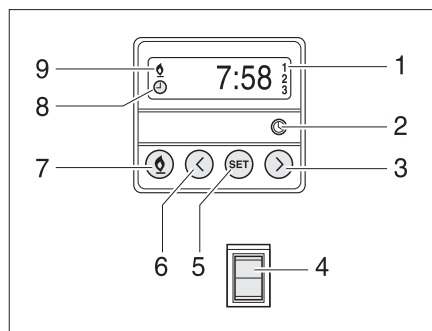

Fig. 197 Unité de commande pour le chauffage d'appoint
- Appuyer sur la touche (Fig. 197,7). Le mode chauffage est indiqué par le symbole (Fig. 197,9). Le ventilateur ne s'allume que quand la température de l'eau de refroidissement atteint 30 °C.
- Appuyer sur la touche (Fig. 197,7). Le symbole (Fig. 197,9) s'éteint.
- Appuyer sur le bas de l'interrupteur (Fig. 197,4). Le moteur est préchauffé. Le ventilateur est immédiatement allumé.
- Appuyer sur le haut de l'interrupteur (Fig. 197,4). Le moteur reste froid.
- Appuyer sur la touche (Fig. 197,2). Le menu réglage de l'heure est indiqué par le symbole (Fig. 197,8).
- Régler l'heure avec les touches (Fig. 197,3 et 6).
- Appuyer sur la touche (Fig. 197,5).
- Régler le temps de démarrage dans les 10 secondes qui suivent avec les touches (Fig. 197,3 et 6).
- Appuyer plusieurs fois sur la touche (Fig. 197,5) jusqu'à ce que le numéro de programme désiré (Fig. 197,1) apparaisse sur l'écran.